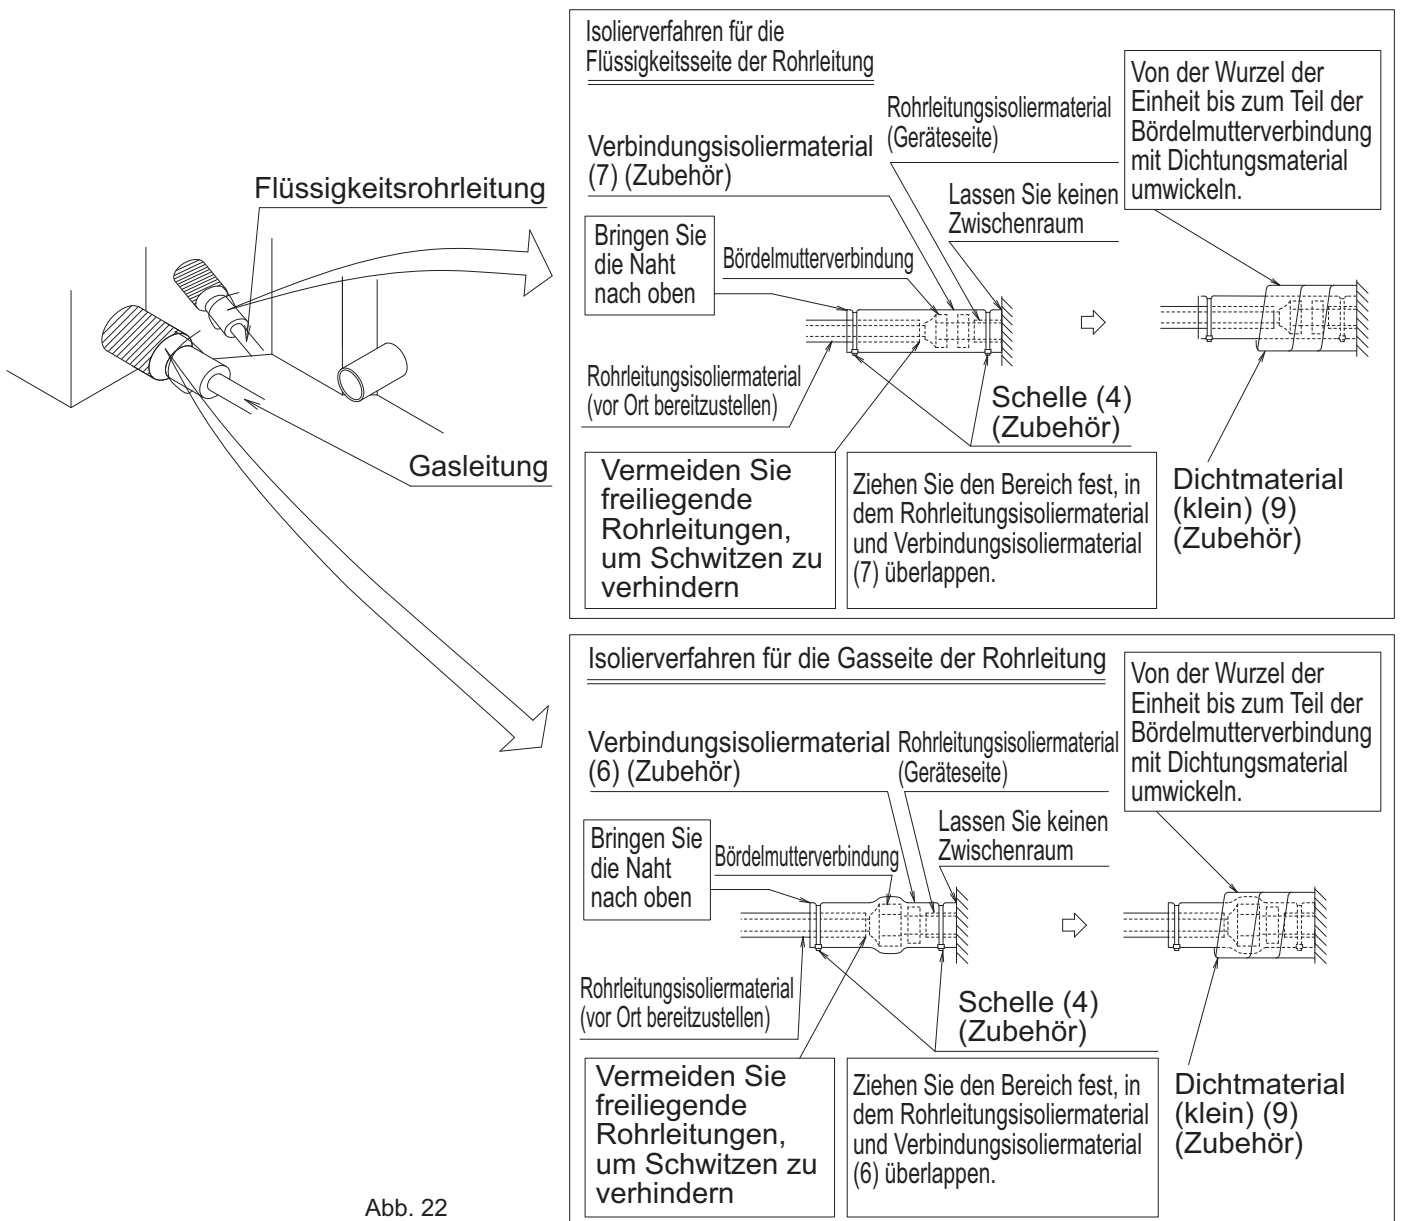

Abb. 22
- Isolieren Sie nach der Dichtheitsprüfung die Anschlüsse von Gas- und Flüssigkeitsrohrleitung mit dem beigefügten Isoliermaterial für Verbindungsstücke (6) und (7), damit die Rohrleitungen nicht freiliegen. **(Siehe Abb. 22)**